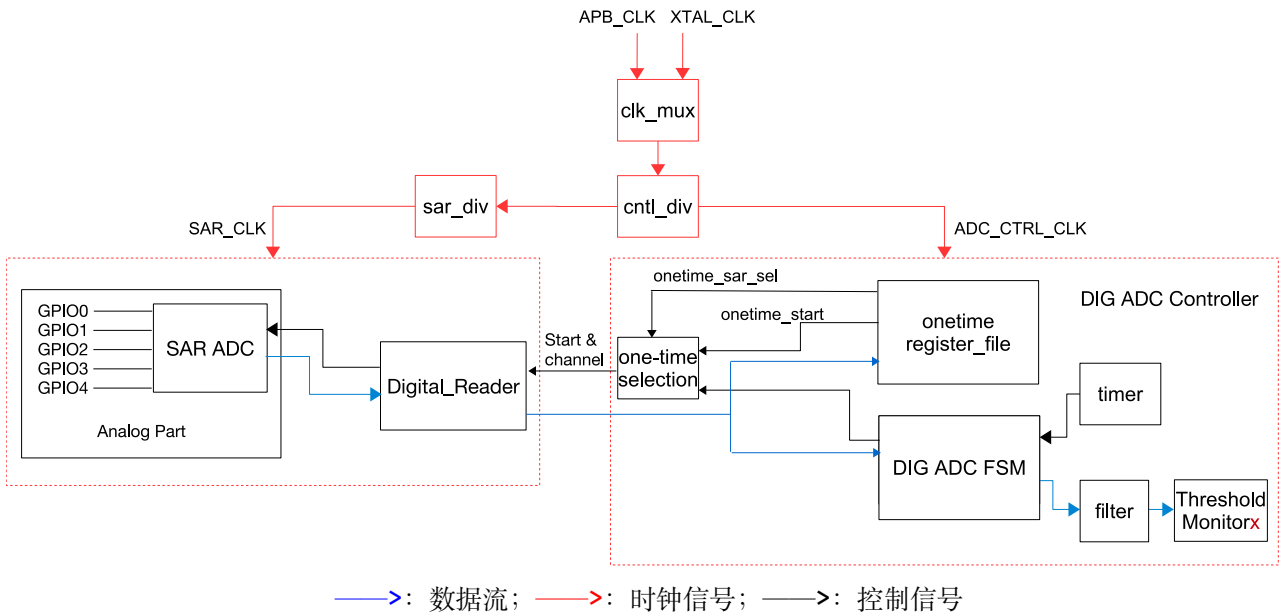

图 23-1. SAR ADC 的功能概况
如图 23-1 所示，SAR ADC 模块主要包括以下元件：
- 数据传输给滤波器 (filter) 和阈值监控器 (threshold monitor) 后丢失（见图 23-1）；